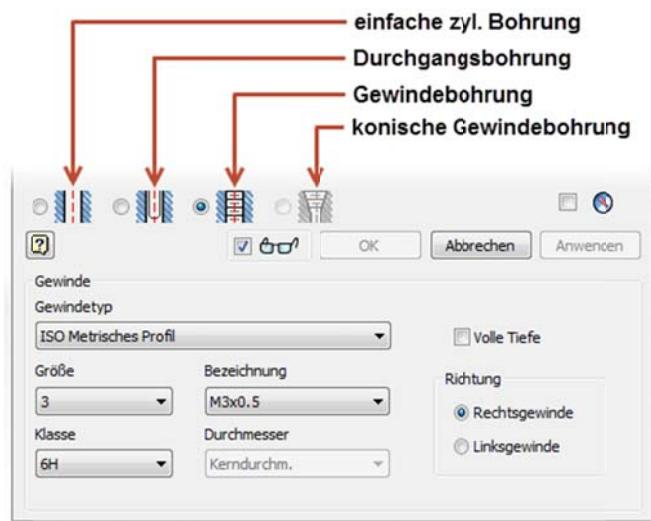

Abb. 4.10 Bohrungsarten
- ④ Hier wählen Sie aus ob Sie eine Sacklochbohrung (*Abstand*) oder eine Durchgangsbohrung haben möchten. Bei der Einstellung *Durch alle* wird durch das komplette Bauteil gebohrt, während man bei *Bis* eine Begrenzungsfläche anwählen kann.
- ⑤ Unter Bohlungsspitze definieren Sie den Spitzenwinkel Ihres Bohrers oder ob ohne Bohrspitze, z.B. mit einem Fräser oder Zweischneider gebohrt wird.
- ⑥ Hier wird die Bohrungsart eingestellt. Je nachdem was für eine Art ausgewählt wurde, erweitert sich das Fenster und bietet die dafür notwendigen Einstellungen an, siehe Abb. 4.10.